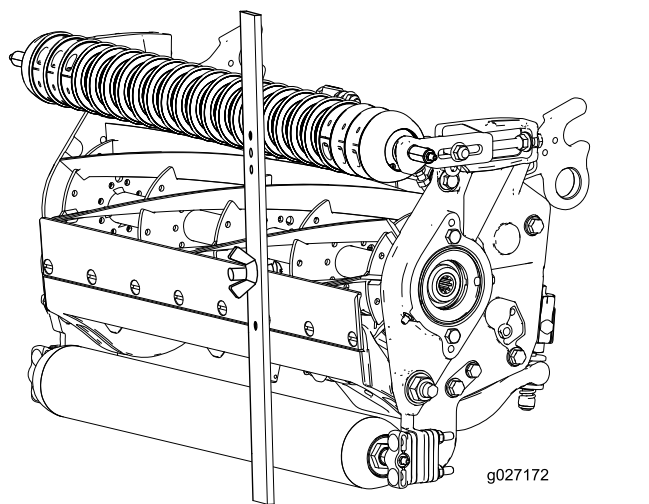

图 17
4. 将螺丝头钩在底刀的刀刃上并将调刀尺的后端放到后滚筒上 图 17。
5. 旋转调节螺丝直到前滚筒接触到调刀尺 图 17。